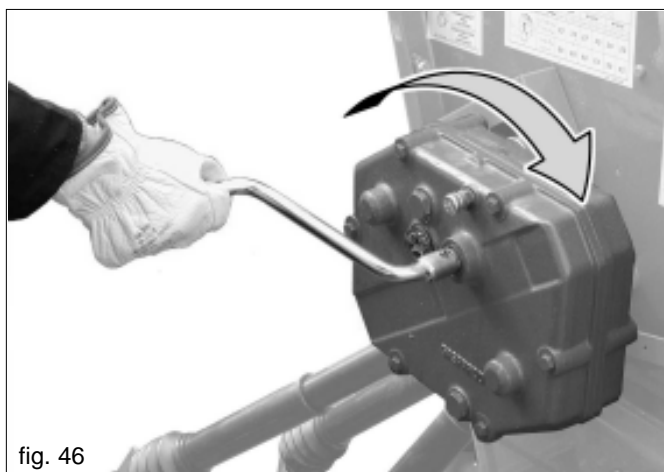

fig. 46
- 4) Insérer la manivelle (Fig. 46) dans l'arbre de la boîte de vitesse et tourner dans le sens des aiguilles d'une montre.